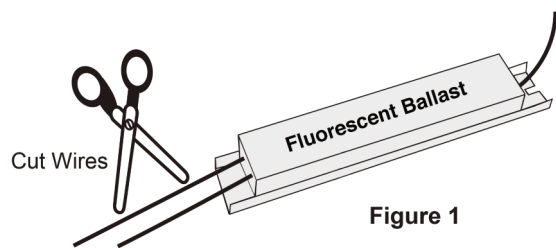

Figure 1
Étape 6: Couper la ligne et les fils neutres au ballast, ainsi que tous les fils restants au ballast (voir la figure 1).